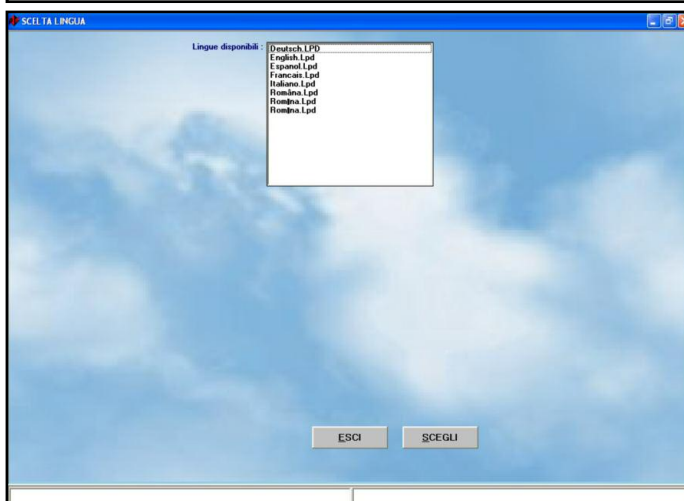

fig. 7-5
4. Selezionare il file di linguaggio nel riquadro "LINGUE DISPONIBILI" (vedi fig. 7-5).